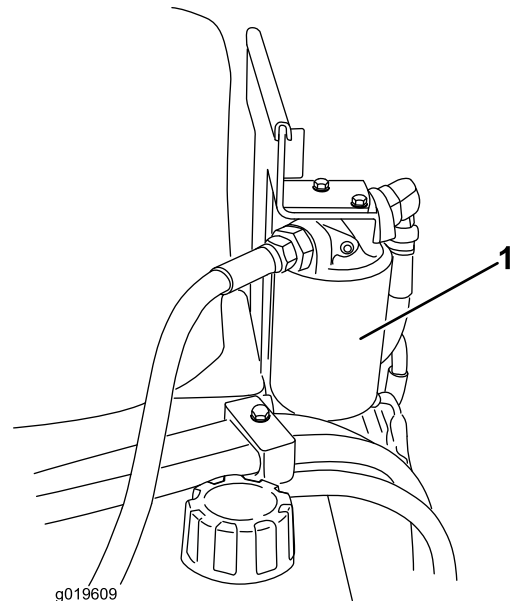

Figura 32
3. Coloque un recipiente debajo del filtro (Figura 32).
4. Retire el filtro usado (Figura 32) y limpie con un paño la superficie de la junta del adaptador del filtro.
6. Instale el filtro hidráulico nuevo en el adaptador del filtro (Figura 32). Apriete el filtro en el sentido de las agujas del reloj hasta que la junta de goma entre en contacto con el adaptador del filtro, luego apriete el filtro 3/4 vuelta más.